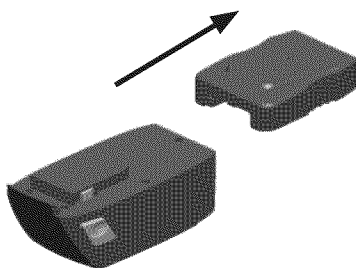

Figura 3 - Quite el cargador
- Desenchufe el cargador. Retire el paquete de baterías deslizándolo hacia fuera (vea la figura 3).